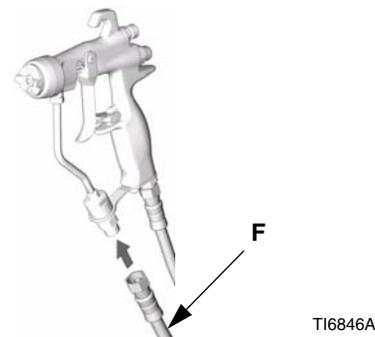

FIG. 4
2. Brancher le flexible produit (F) sur l'entrée produit du pistolet. Voir FIG. 4. Si on le désire, monter un connecteur tournant (115898) sur l'entrée du pistolet pour améliorer la maniabilité. Voir Accessoires, page 33.